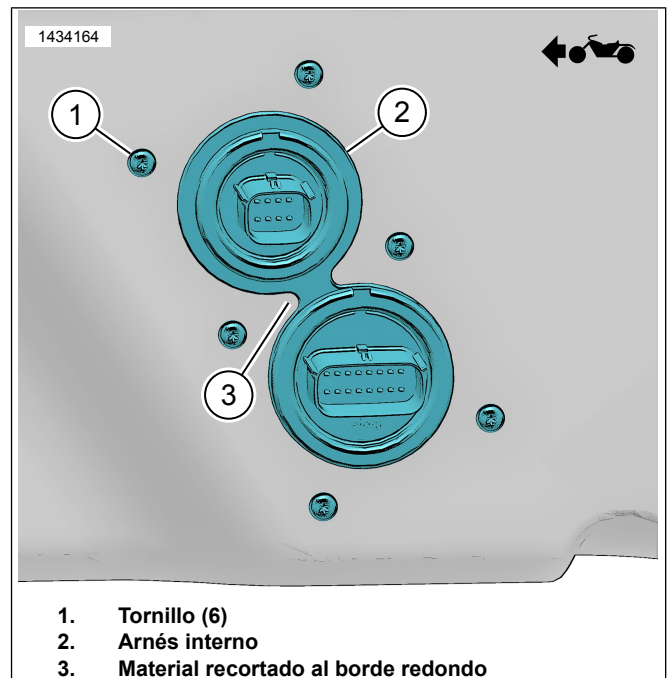

Figura 10. Arnés interior
- d. Vea la Figura 10. Recorte el material con borde redondo (3).
11. Vea la Figura 10. Instale el arnés interno (2).